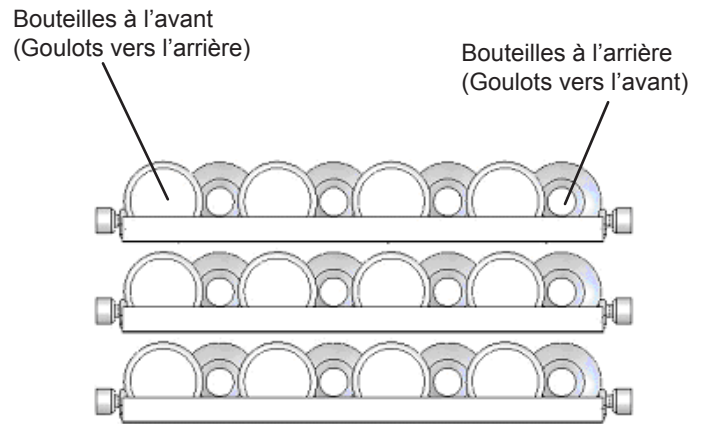

Figure 16
Les quatre (4) tablettes coulissantes peuvent porter chacune huit (8) bouteilles. Voyez la Figure 16 pour une disposition type des bouteilles de vin. Il faut faire attention pour l'entreposage de bouteilles très grosses dans le panier à vin en bas du compartiment car elles pourraient empêcher la fermeture de la porte.